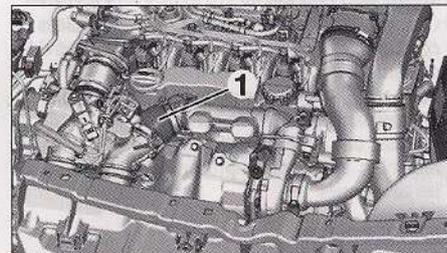

FIG. 69
- Separar el conducto de aire (1) (Fig.69).